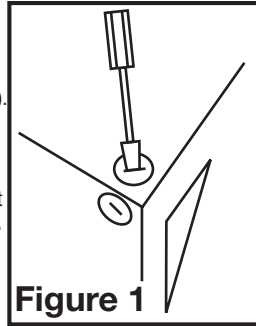

Figure 1
- Choisir un emplacement pour votre ventilateur. Pour garantir la meilleure qualité d'air et performance acoustique, il est recommandé que la longueur de la canalisation et le nombre de coudes soient réduits au minimum, que le rayon de chaque coude soit aussi grand que possible pour l'installation, et que des conduits rigides isolés soient utilisés. Ce ventilateur nécessitera au moins 20,3cm (8po) de dégagement dans le plafond ou le mur, et s'installe au travers de cloison sèche d'une épaisseur de jusqu'à 1,9cm(3/4po). Le ventilateur s'installe entre 40,6cm ou 61cm (16po ou 24po) au centre des solives à l'aide des quatre (4) traverses de montage incluses.
- Sélectionner l'alvéole défonçable la mieux appropriée et l'enlever à l'aide d'un tournevis à lame plate (**Figure 1**).